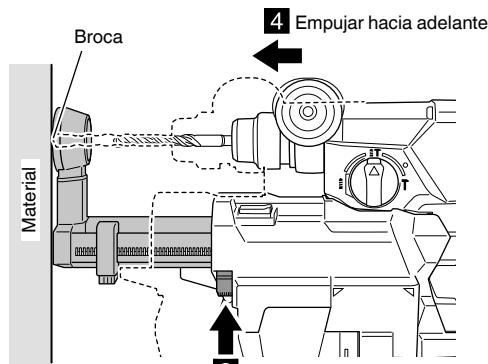

Fig. 6
(3) Mientras presiona el botón de ajuste de la boquilla en la dirección de la flecha, presione la herramienta hacia el material, permitiendo que la posición de la boquilla se acorte hasta que alcanza la posición en la que la broca entra en contacto con el material. (Fig. 6)